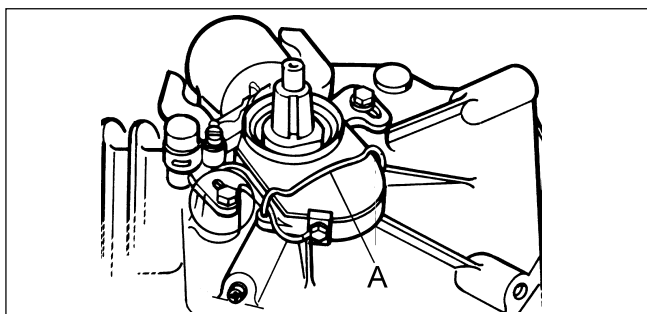

Fig. 6
- Ouvrir la boîte vis platinees et effectuer un contrôle visuel (Fig. 6) en dégageant le ressort A.